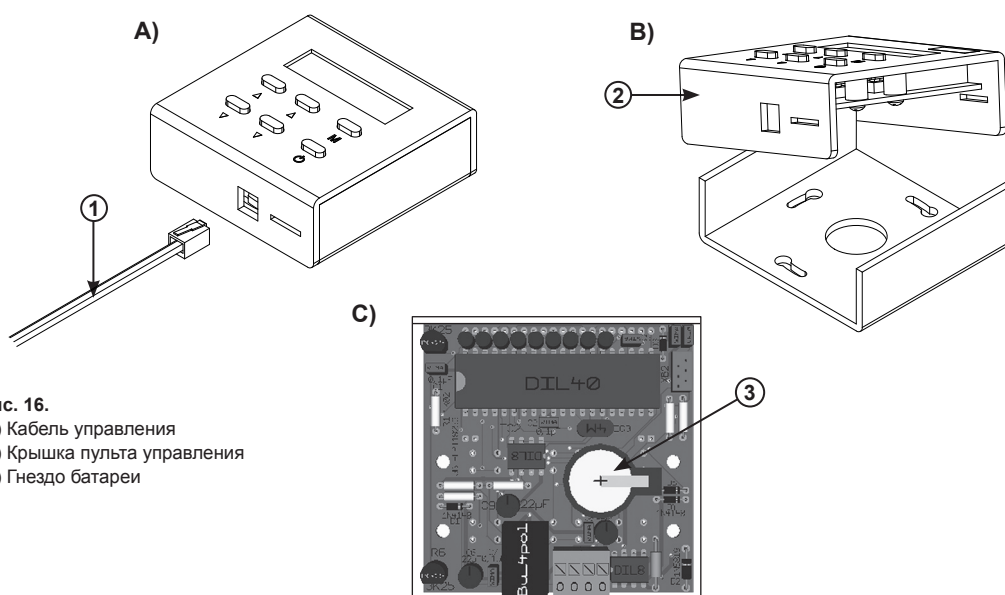

Рис. 16.
- Отсоедините кабель управления (1) от нижнего разъема пульта.
- Снимите крышку (2) пульта управления.
- Гнездо (3) батареи расположено на плате. Удалите батарею и установите новую, как показано на рис. 16 В.